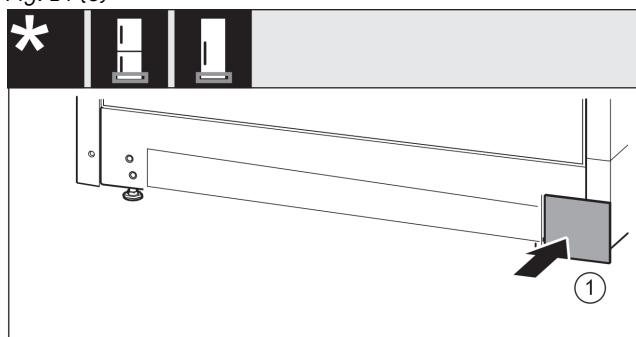

Fig. 15
- ▶ Ponovno nataknite pokrov na drugu stranu. Fig. 15 (1)